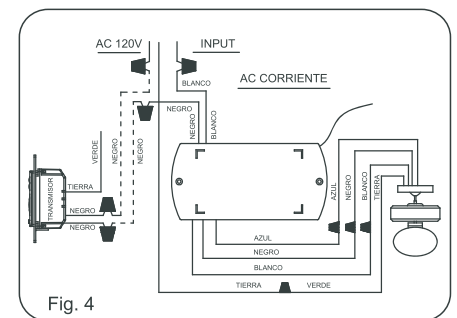

Fig. 4
Paso 2. Haga las conexiones eléctricas como se muestra en la fig. 4 Si su casa de distribución tiene un alambre a tierra (verde o cobre) conéctelo al alambre del transmisor. Si su caja de distribución no tiene un alambre a tierra, entonces únicamente conecte el alambre a tierra del transmisor a un tornillo de la caja de distribución.